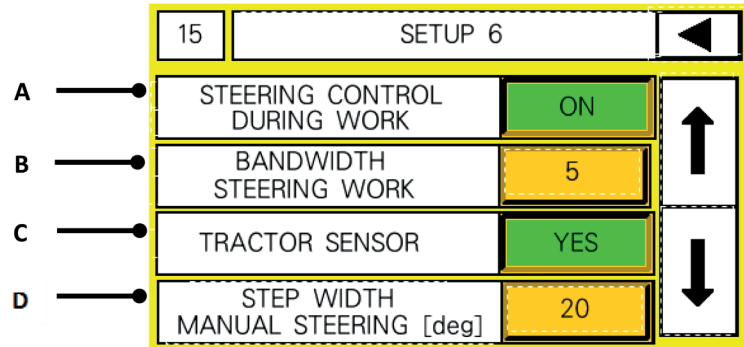

Fig. 13
- D) Si le sélecteur (C, Fig.13) est réglé sur « ON », cette valeur indique l'amplitude des étapes de réglage manuel de la direction.
- D) Si el selector (C, Fig.13) está en "ON", este valor indica la amplitud de los pasos de ajuste manual del sistema de dirección.